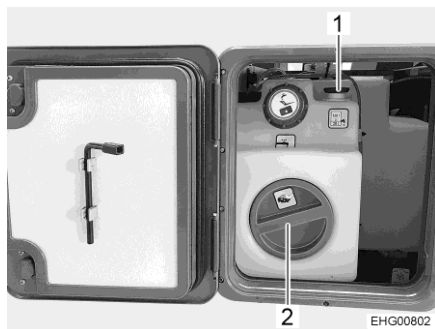

Bild 185 Vattentank med ratt
- Vrid ratten (Bild 185,1) på vattentanken medurs till stoppläget.
- Vrid ratten (Bild 185,1) på vattentanken moturs till motståndet. Vattnet rinner ut till en återstående mängd på 20 l.